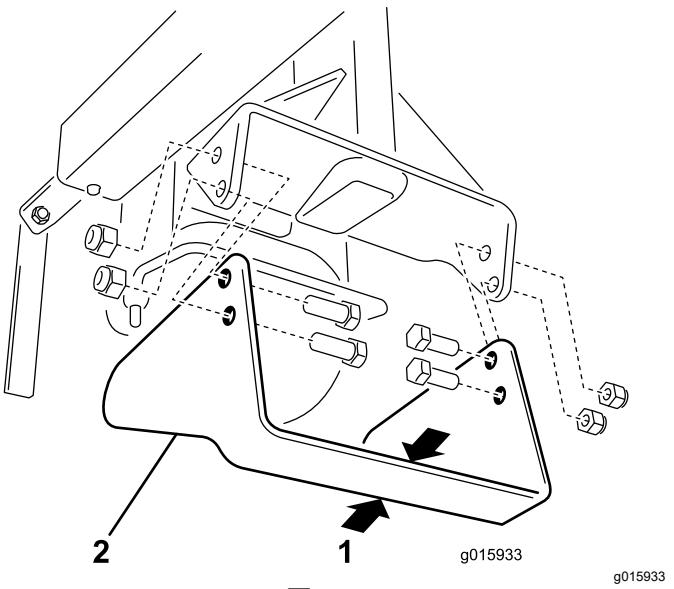

図 15
エッジヤーブレードは頻繁に点検し、ブレードの幅が 32 mm まで磨耗したら交換してください図 15。
3. ブレードをカッターアームに固定している4本のねじと4個のナットを外す図 15。